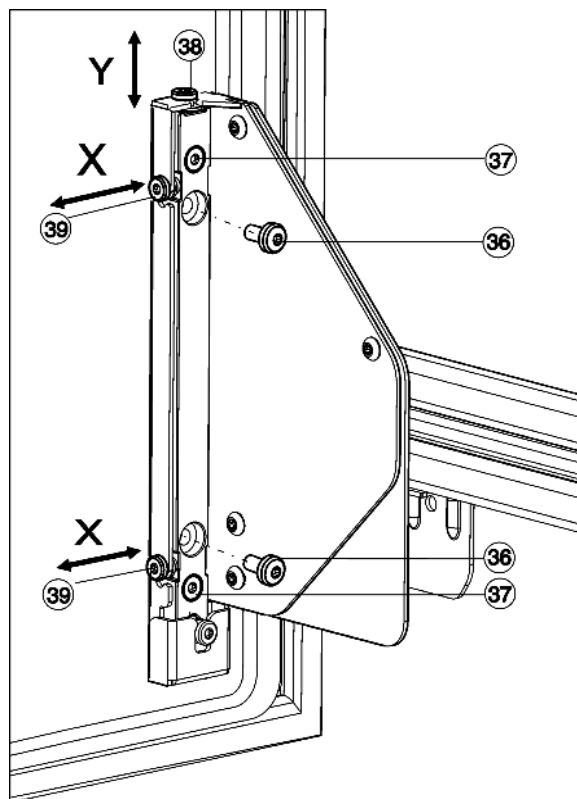

Fig. 27
- ▶ Úplne vyskrutkujte skrutky Fig. 27 (36).
- ▷ Skrutky Fig. 27 (36) odstráňte, keď už nie sú potrebné.
- ▶ Uvoľnite skrutky Fig. 27 (37) 1 až 2 otočeniami.
- ▶ Otočte regulačnú skrutku (38). V smere hodinových ručičiek: dvere sa pohnú max. 4 mm nahor. Proti smeru hodinových ručičiek: dvere sa pohnú max. 2 mm nadol.
- ▶ Znovu dotiahnite všetky skrutky Fig. 27 (37).
- ▶ Úplne vyskrutkujte skrutky Fig. 27 (36), ak sa tam ešte nachádzajú.
- ▶ Prestavte regulačnú skrutku Fig. 27 (39) podľa požadovaného smeru nastavenia.
- ▶ Znovu dotiahnite skrutky Fig. 27 (37) po skončení bočného nastavovania.